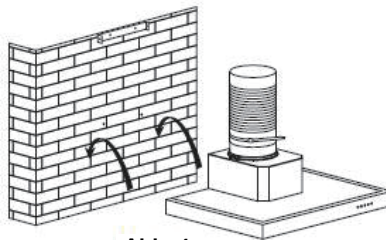

Abb. 4
5. Hängen Sie das Gerät an den Befestigungsschrauben ein. Siehe Abb. 4.